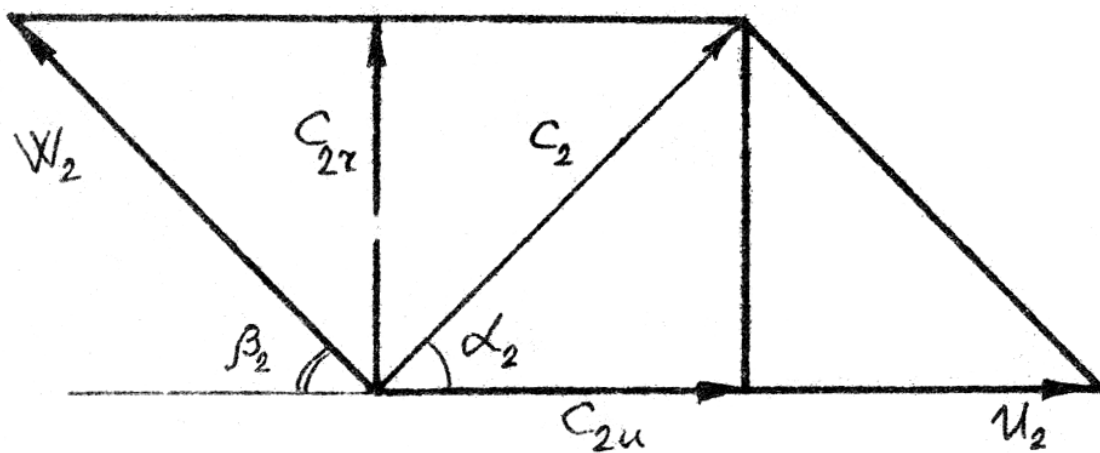

Рис. 2.2
1.2 Швидкість C_2 можна знайти, якщо врахувати, що при кутах $\alpha_2=\beta_2=45^\circ$ (рис. 2.2) $C_2=W_2$. Тоді висота трикутника рівна C_{2r} і буде також медіаною. Отже,